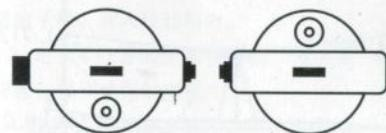
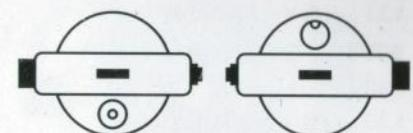

图 9
图 10
5.1.2 将仪器旋转 180°，若气泡不偏离为正常（如图 9），若气泡偏离时（如图 10）按下列方法调整；调整脚螺旋⑩将气泡回复到